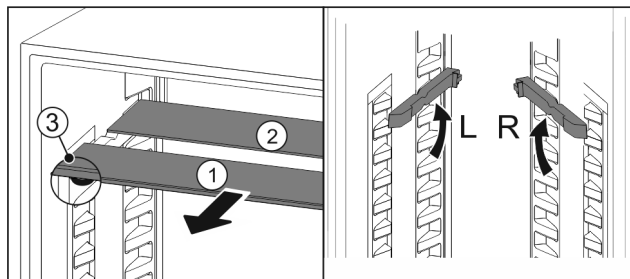

Fig. 29
- 将玻璃隔板逐个向前拉出 Fig. 29 (1)。
- ▷ 带装饰条的玻璃隔板 Fig. 29 (1)在前。
- ▷ 阻挡装置 Fig. 29 (3)指向下方。